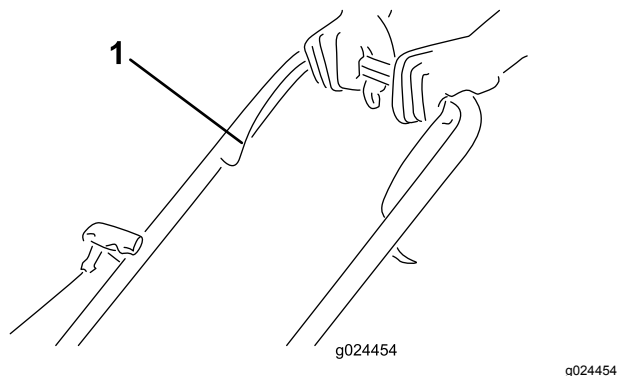

Figura 14
1. Tire de la barra de control de la cuchilla hacia el manillar, y sujétela en esa posición (Figura 14).